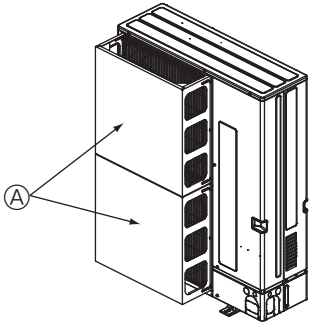

Fig. 2-15
- ① Ünite, tayfun ve başka nedenlerden oluşan güçlü rüzgarların doğrudan hava çıkışına girebileceği bir yere monte edilmişse, isteğe bağlı olarak sağlanan bir hava kılavuzu monte edin. (Fig. 2-15)